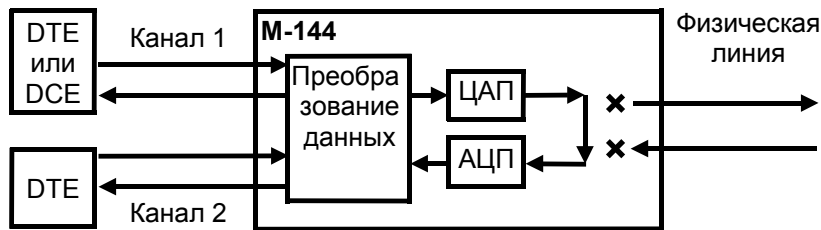

Рис. 18. Проверка в режиме AL- «Аналоговый шлейф»
Тестовый режим «Аналоговый шлейф» (Analog Loopback) обеспечивает возможность автономной проверки модема (интерфейс с физической линией проверяется не полностью) и интерфейсов с DTE/DCE. Работа модема в режиме аналоговый шлейф показана на Рис. 18. Данные, поступающие в модем от порта 1 (УПИ-2) и порта 2 проходят через основные узлы модема, преобразовываются в аналоговую форму (такую же, как и в рабочем режиме) и возвращаются обратно в оконечное оборудование (DTE/DCE). На время проверки модем отключается от физической линии. В асинхронном режиме данные возвращаются в DTE/DCE с учетом параметров управления потоком данных **Port1(2) Flow Control** (см. стр. 44).